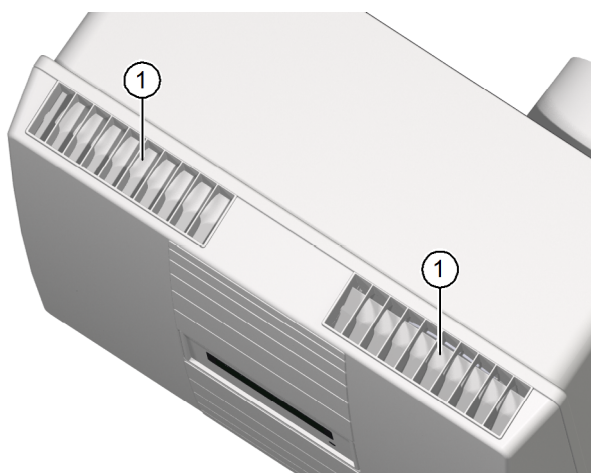
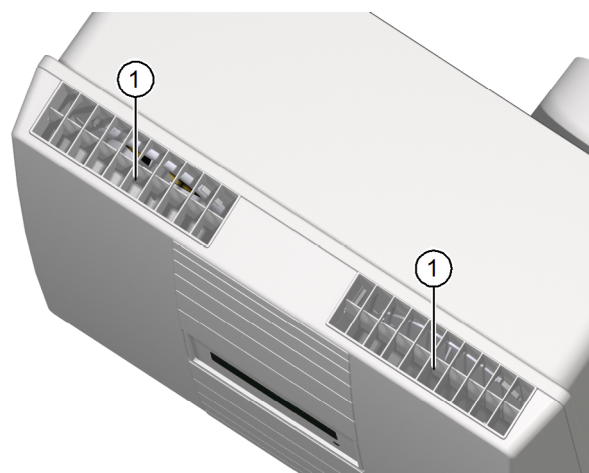

Abb. 12: Luftklappen geschlossen
Abb. 13: Luftklappen geöffnet
- ▶ Überprüfen Sie die Stellung der Luftklappen (siehe Abb. 12 und Abb. 13) an der Abluft- und Zuluftöffnung.
- Ist das Lüftungsgerät ausgeschaltet oder stromlos, sind beide Luftklappen geschlossen (siehe Pos. 1 in Abb. 12).
- Beim Einschalten öffnen sich beide Luftklappen (siehe Pos. 1 in Abb. 13).